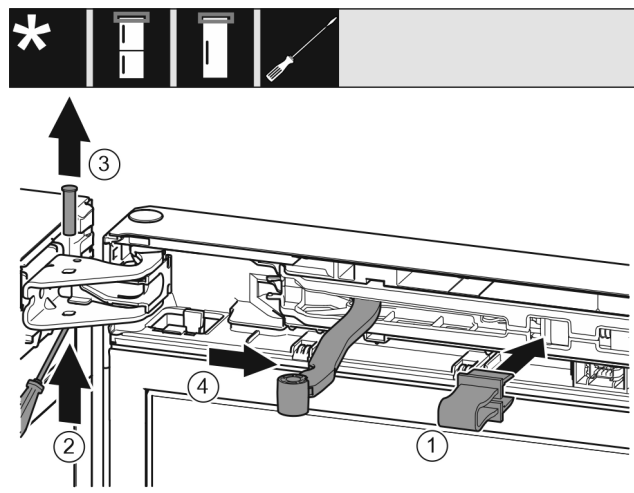

Fig. 9
- ▶ Зафіксуйте запобіжник в отворі. Fig. 9 (1)
- ▶ Виштовхніть палець за допомогою викрутки. Fig. 9 (2)
- ▶ Вийміть гвинт рухом нагору. Fig. 9 (3)
- ▶ Поверніть шарнір у напрямку дверцят. Fig. 9 (4)